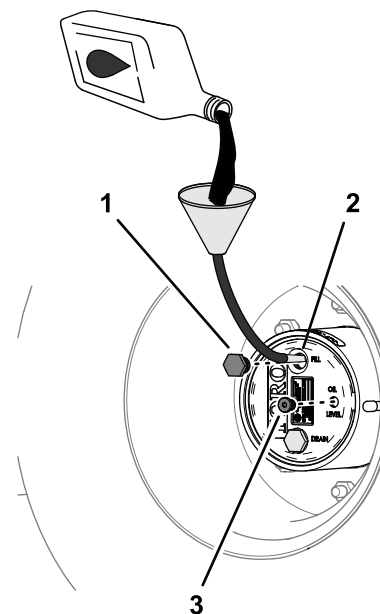

Figura 93
verificación (Figura 93); consulte Especificación del lubricante del engranaje planetario (página 75).
6. Instale el tapón de llenado y el tapón de verificación (Figura 93).
1. A través del orificio del tapón de llenado, añada lentamente el lubricante de engranajes especificado; consulte la Figura 93 de Comprobación del lubricante de la transmisión planetaria \(página 75\).
3. Instale el tapón de llenado y el tapón de verificación; consulte la Figura 93 de Comprobación del lubricante de la transmisión planetaria \(página 75\).